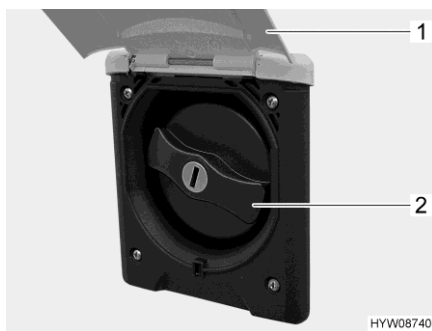

Fig. 151 Tapa de cierre (tubo de llenado de agua potable)
- Girar hacia arriba la trampilla exterior (Fig. 151,1).
- Girar la tapa de cierre azul (Fig. 151,2) un cuarto de vuelta.